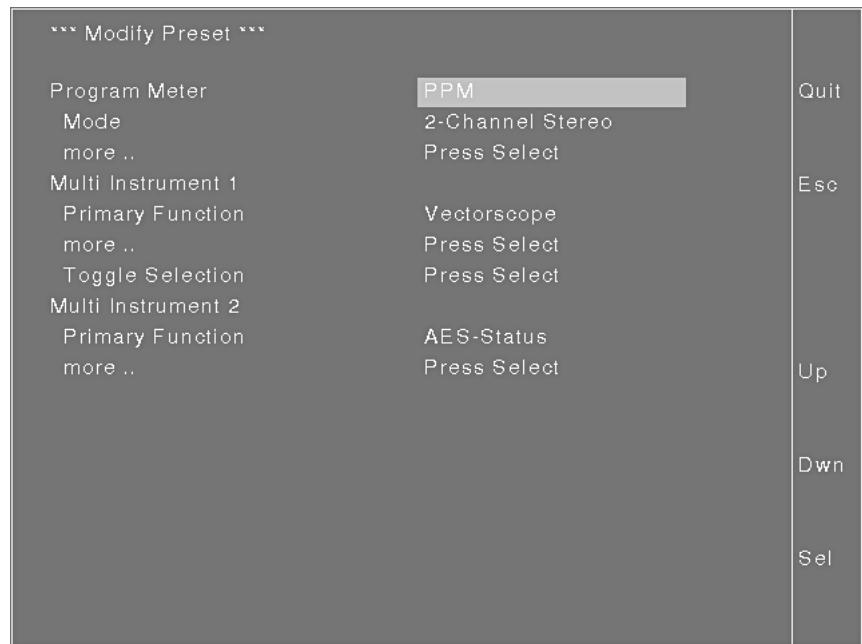

Bild D 5-2: Das Menü „Modify Preset“ des DigitalMonitor 10500X-PLUS
- Im Menü **Modify Preset** (Bild D 5-2):
Im Menü **Modify Preset** (Bild D 5-2):